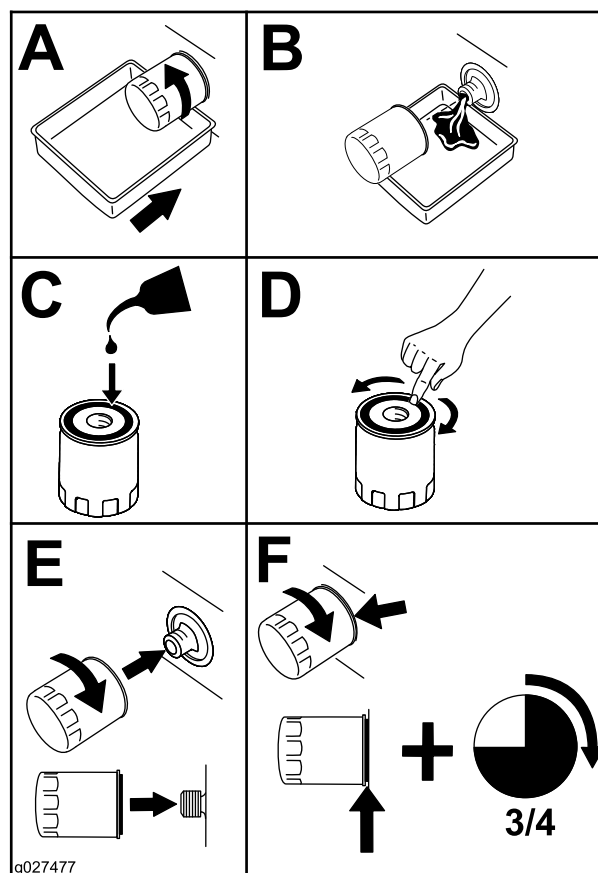

Figura 33
2. Substitua o filtro de óleo do motor (Figura 33).